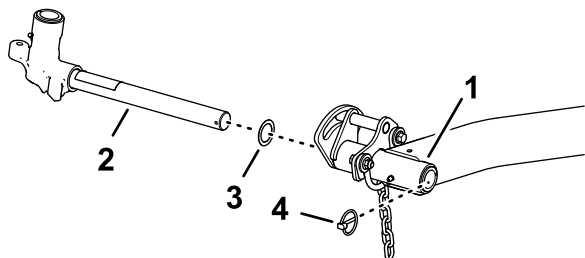

Figure 28
1. Retirez la goupille à anneau et la rondelle qui fixent l'axe de pivot du bras de levage au bras de levage, et sortez l'axe de pivot du bras (Figure 28).